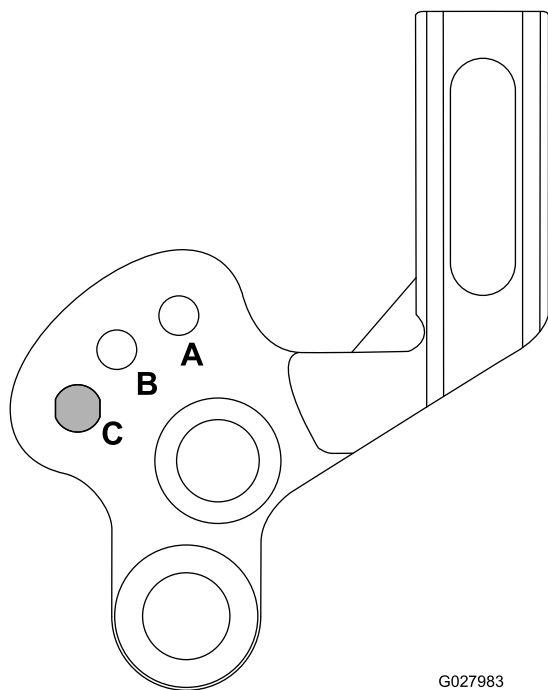

Рисунок 19
- B. Поверните рычаги вверх или вниз в положение A или B (Рисунок 19).
При скашивании без использования щетки или при транспортировке машины поднимите уборочный барабан в транспортное положение, как показано на Рисунок 19.